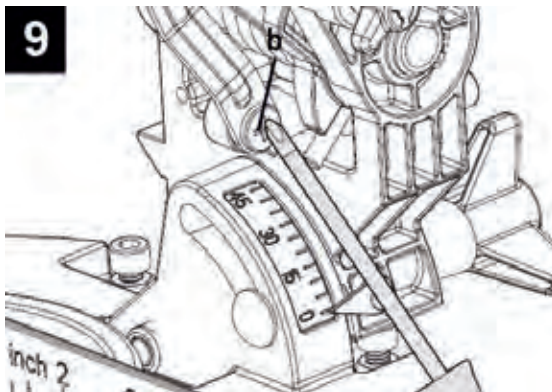

Рисунок 9
- 4.3 Для снятия пильного диска открутите отверткой винт рычага нижнего защитного кожуха (рисунок 9) и поверните нижний защитный кожух (4) в верхнее положение.
Переведите нижний защитный кожух в нижнее положение, закрутите винт рычага нижнего защитного кожуха (рисунок 9).